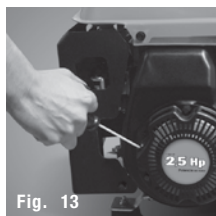

Fig. 13
5. Jale la manija de la piola de encendido suavemente hasta sentir la resistencia, después jale y aplique fuerza. (Fig. 13)